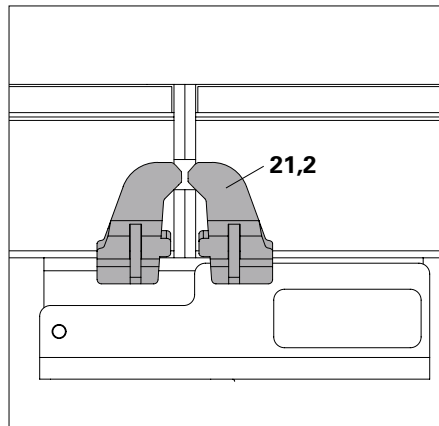

Fig. A4.05
1. Tirare il cuneo (21.3) verso l'alto per aprire le ganasce di serraggio (21.2) (Fig. A4.05)
2. Inserire le ganasce di serraggio (21.2) nella fessura triangolare in corrispondenza del profilo di ancoraggio o del profilo del telaio. (Fig. A4.05)